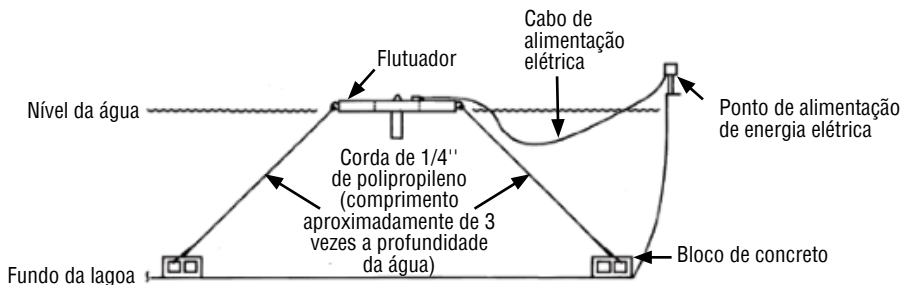
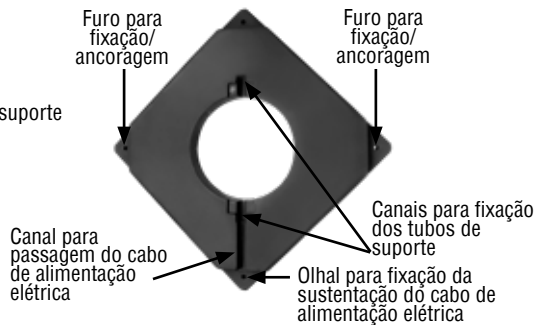

Figura 1
Figura 3
I. Corte dois pedaços de corda de polietileno de 1/4". Caso o produto seja ancorado no fundo da lagoa utilize aproximadamente 3 metros de corda para cada metro de profundidade da água (Figura 1). Se amarrar à margem, permita que a corda seja suficiente para chegar do flutuador até a localização do ponto de fixação da corda às margens da lagoa.
II. Um mínimo de duas cordas de ancoragem/amarração devem ser usadas, amarradas a dois cantos opostos do flutuador (Figura 3). Insira um pedaço de corda em um dos orifícios de ancoragem/amarração do flutuador e prenda firmemente. Faça o mesmo no canto diagonalmente oposto. Apenas dois pontos de fixação são necessários para garantir a maioria das aplicações (Figura 1). No entanto, se sua aplicação estiver em locais com condições de ventos fortes, pode ser necessário ancorar/amarrar três ou mais pontos do flutuador.
I. Se ancorar o flutuador no fundo da lagoa, posicione o primeiro bloco de ancoragem no fundo da lagoa, posicione o flutuador no local desejado, e então posicione o segundo bloco de ancoragem no fundo da lagoa, de maneira que as cordas formem um ângulo em relação ao flutuador (Figura 1).
I. Certifique-se de que o flutuador esteja com a face lisa voltada para baixo (em contato com a água). A face que possui os canais de fixação dos tubos e de passagem do cabo deve estar voltada para cima. (Figura 3)